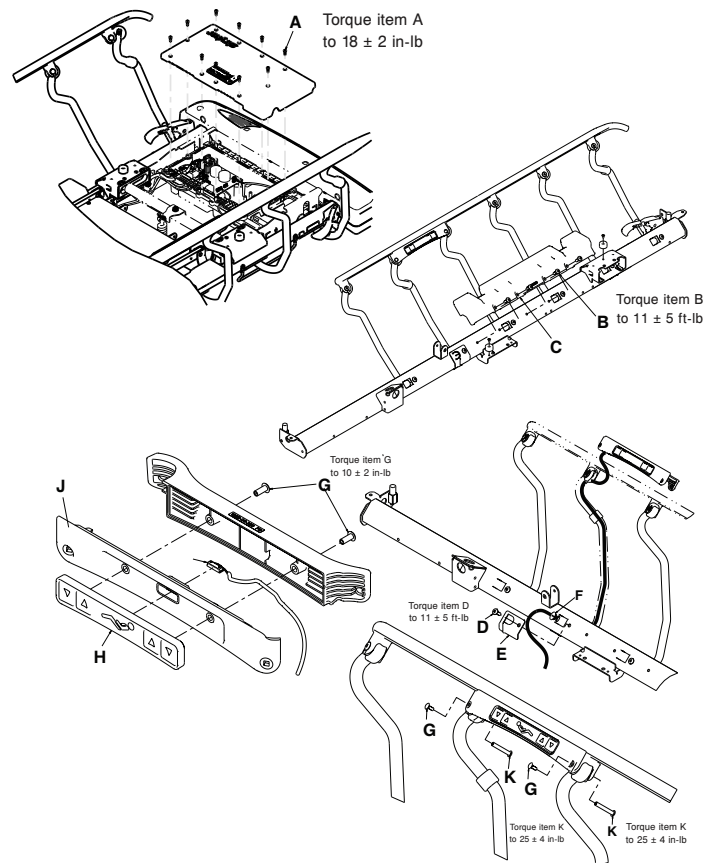

Figure 33 – Remplacement du câble de barrière
5. À l'aide d'un tournevis cruciforme n° 2, retirer les 10 vis de taraudage à tête cylindrique (A) qui fixent le couvercle du panneau de commande au fond du boîtier de commande (Figure 33). Retirer et conserver le couvercle de la carte de commande.